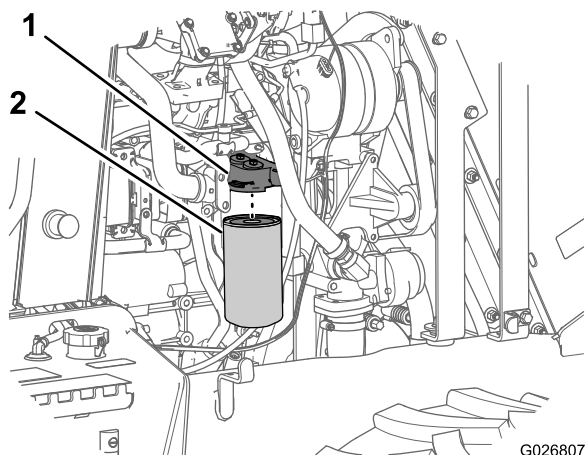

Figure 71
- Placez un petit bac de vidange sous le filtre à huile (Figure 71).
- Tournez le filtre à huile vers la gauche et déposez-le (Figure 71).
- Alignez le filtre à huile neuf sur la tête du filtre à huile, et tournez le filtre vers la droite jusqu'à ce que le joint du filtre rejoigne la tête (Figure 71).
- Serrez le filtre à huile à la main de 3/4 à 1 tour supplémentaire (Figure 71).